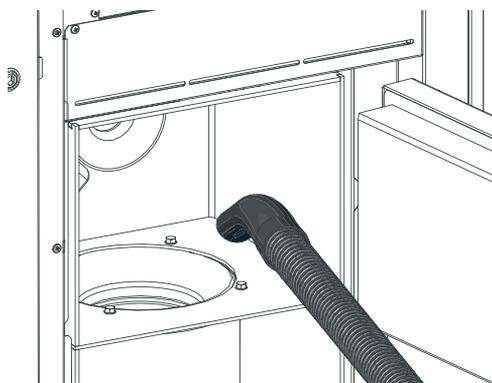

Fig. 52 Éliminer les résidus de combustion de la chambre de combustion
- ▶ Éliminer les résidus de combustion de la chambre de combustion à l'aide d'un aspirateur – Fig. 52.